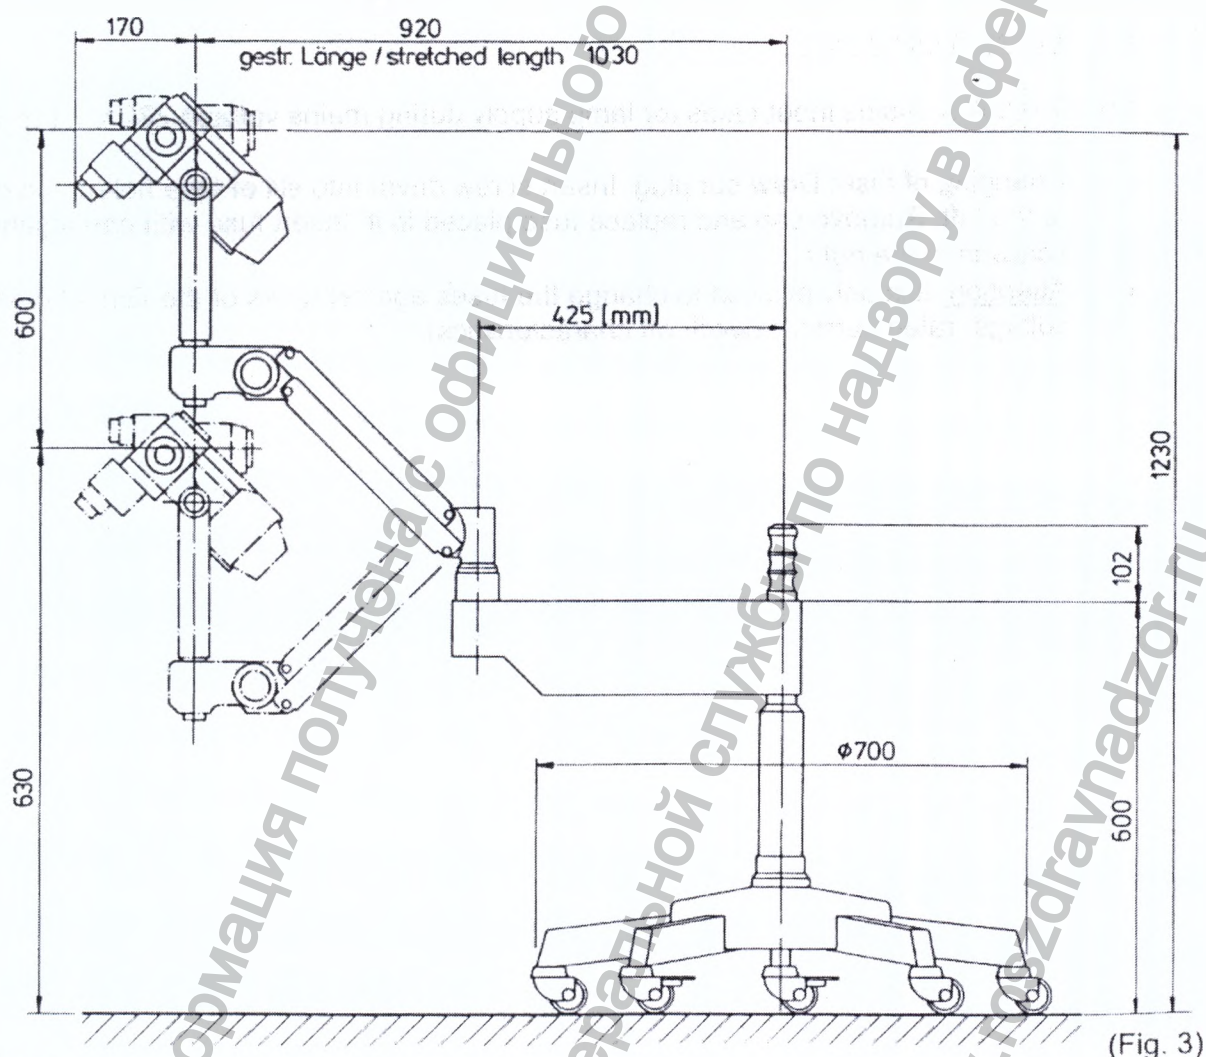

Рис.3
4.3 Размеры, вес (Рис.3)
(Fig. 3)